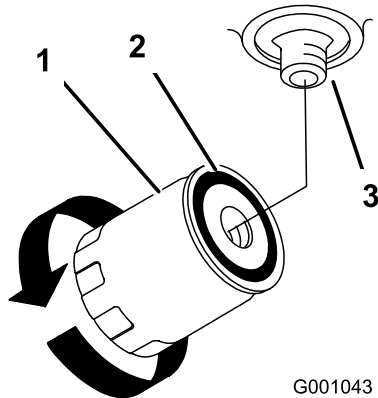

Figure 69
3. Appliquez une fine couche de liquide hydraulique sur le joint en caoutchouc du filtre de rechange (Figure 69).
en caoutchouc vienne toucher l'adaptateur du filtre. Serrez ensuite le filtre de 1/2 tour supplémentaire (Figure 69).